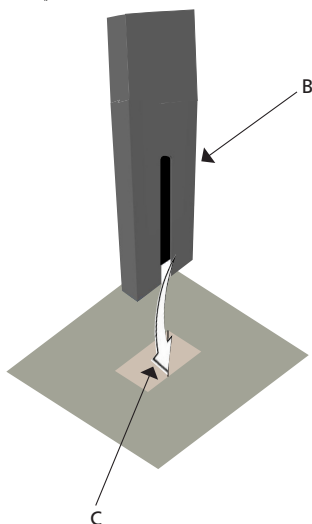

fig. 3
Inserire il palo B nell'apposita sede C (fig.3).
Introduire le poteau B dans son logement C (fig.3).
Install pole B into its seat C (fig. 3).
Den Pfahl (B) in seinen Sitz (C) einführen (Abb. 3).